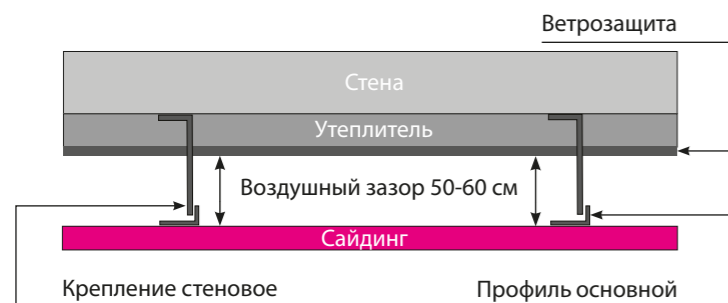

рис. 3
- ▷ смонтируйте обрешетку, используя фасадную подсистему Grand Line® (рис. 3).